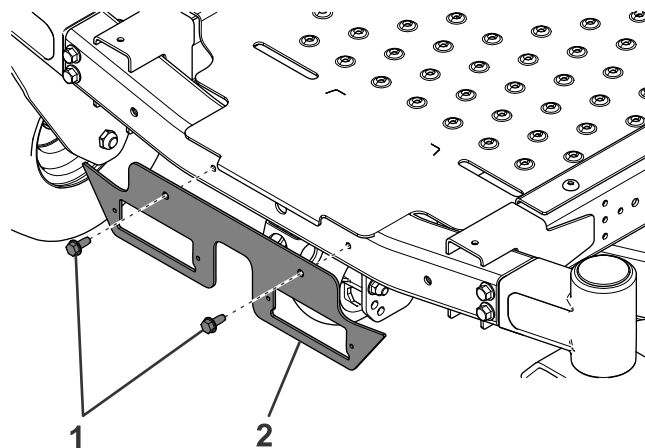

**図 2**
6. フットレストを外して保管する **図 1** と **図 2**。